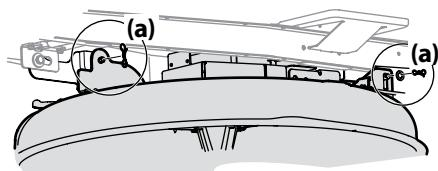

Figura 4-8
- Extraiga los pasadores de chaveta con unión curva (a) que aún están sujetando la plataforma al montable, como se indica en la Figura 4-8.
- Asegure la plataforma a los brazos de elevación de la plataforma utilizando dos pasadores de chaveta con unión curva. Consulte la Figura 4-8.